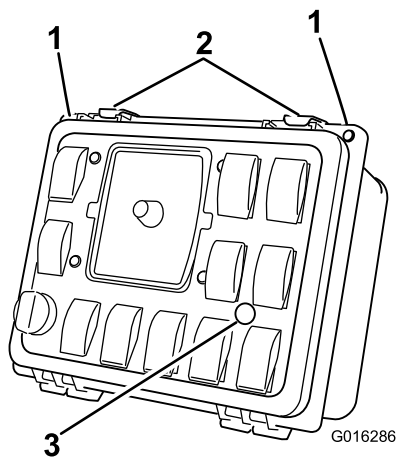

Figura 20
2. Praticate un foro da 12,7 mm di diametro per inserire la spia nel coperchio del pannello di comando come illustrato in (Figura 20).
8. Montate il coperchio anteriore del pannello di comando sulla scatola di comando con gli elementi di fissaggio rimossi in precedenza (Figura 20).